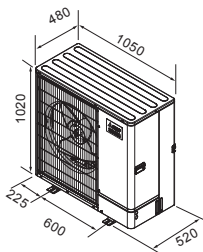

Fig. 2-1
2.2. Udvendige mål (Udendørs enhed) (Fig. 2-1)